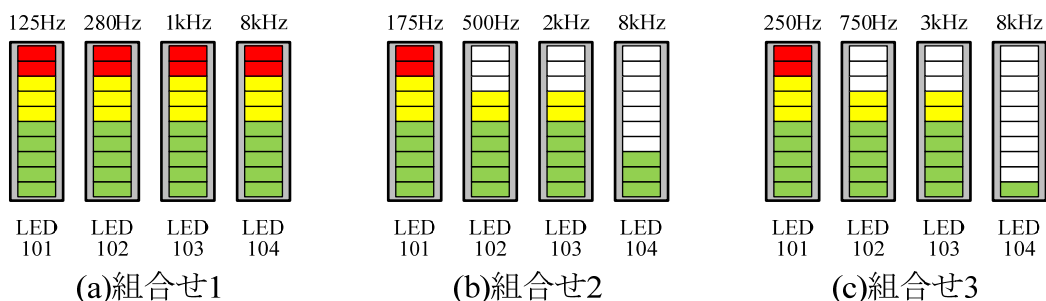

図 3.4 正常なデコーダ基板のレベルメータ点灯数
- デコーダ基板については、事前に正常に動作することを確認し、大会に持ち込むこと。正常動作しているデコーダ基板では、それぞれの組合せにおいて、おおむね図 3.4 に示すようにレベルメータが点灯する。このレベルを下回るような点灯数であれば、デコーダ基板の不良が考えられるので、改修しておくこと。